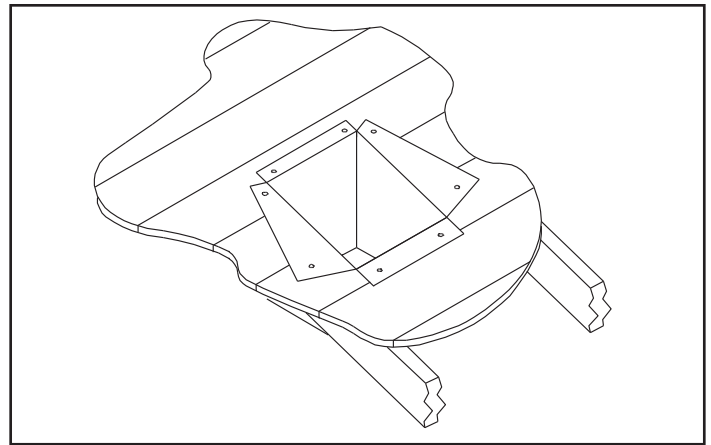

Figure 7.10
- Utilisez des cisailles de ferblantier pour découper la boîte-support à partir des coins supérieurs, jusqu'à la ligne du toit, pour ensuite plier les rabats ainsi créés sur le toit. Voir la Figure 7.10.